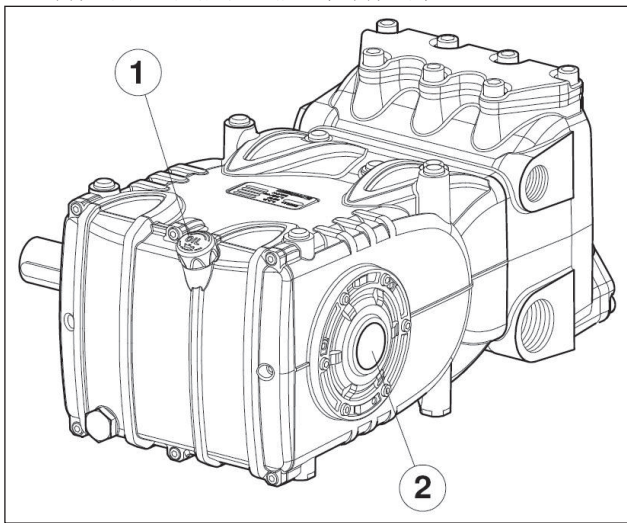

图14
5. 泵壳体中的油达到所需油位，可通过专用油位尺 (图14, 部件①) 和油位指示器 (图14, 部件②) 检查。